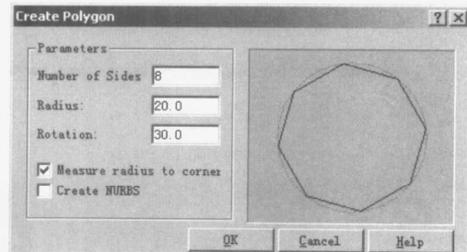

图 1-12
(11) 多边形功能的改进, 选 Polygon (多边形), 打开 Create Polygon (创建多边形) 对话框, 如图 1-12 所示, 可改变对话框参数, 得到不同多边形。